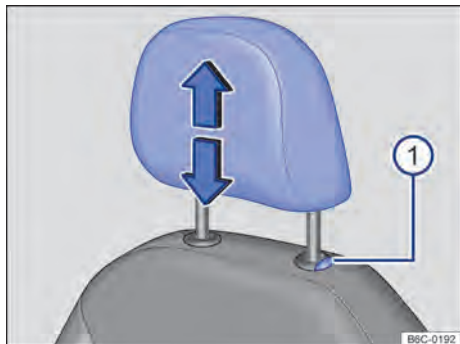

Fig. 67 Apoyacabezas delantero: desmontar.
- Retirar el apoyacabezas con el botón → fig. 67 ⓘ presionado.
- Empujar hacia abajo totalmente el apoyacabezas con el botón → fig. 67 ⓘ presionado.